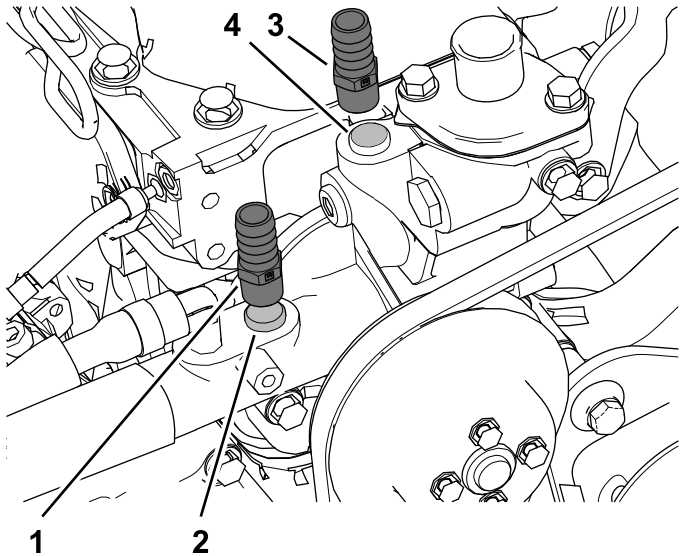

Figura 34
2. Retire a alimentação do aquecedor e os tampões do tubo de retorno do motor e instale as uniões estriadas ($\frac{3}{8}$ NPT x 0,625) como se mostra na Figura 34.